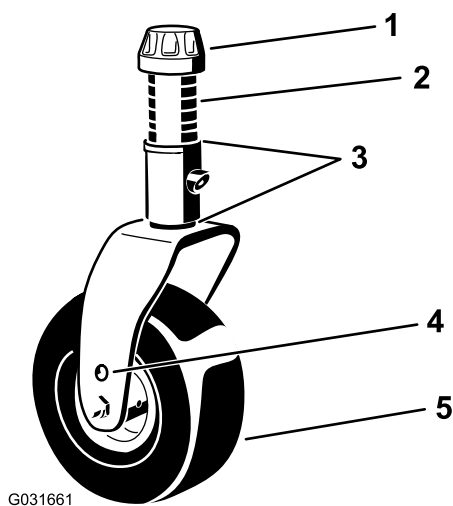

Figura 34
4. Usando la llave suministrada, afloje el casquillo tensor, retírelo del eje de la rueda giratoria, y retire el eje del brazo de la rueda giratoria (Figura 34).
7. Coloque los suplementos (igual que en la instalación original) y los demás espaciadores en el eje (Figura 34).
8. Instale el casquillo tensor y apriételo con la llave suministrada para sujetar el conjunto (Figura 34).